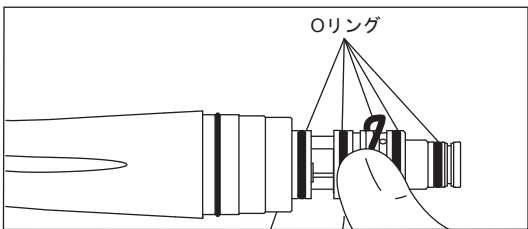

図11
2) 不良Oリングを指先でたるみを付けて取り外してください。（図11）